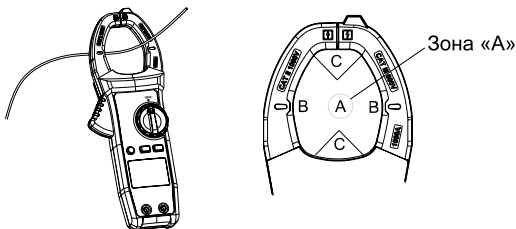

Рис. 3 Измерение силы переменного тока
- 1) Установите переключатель в режим измерения переменного тока и нажмите кнопку, раскрывающую клещи. Обхватите клещами проводник, который нужно измерить, затем медленно полностью закройте клещи. Убедитесь, что измеряемый проводник находится между зажимами по центру (см. рис. 3). Проводите измерения только на одном проводнике, измерение на двух и более проводниках приведет к некорректным результатам.
- Убедитесь, что измеряемый проводник находится в центре пространства между зажимами (как на Рис. 3 – зона А), в противном случае возможна дополнительная ошибка в показаниях до $\pm 2,0\%$ (зоны В и С).